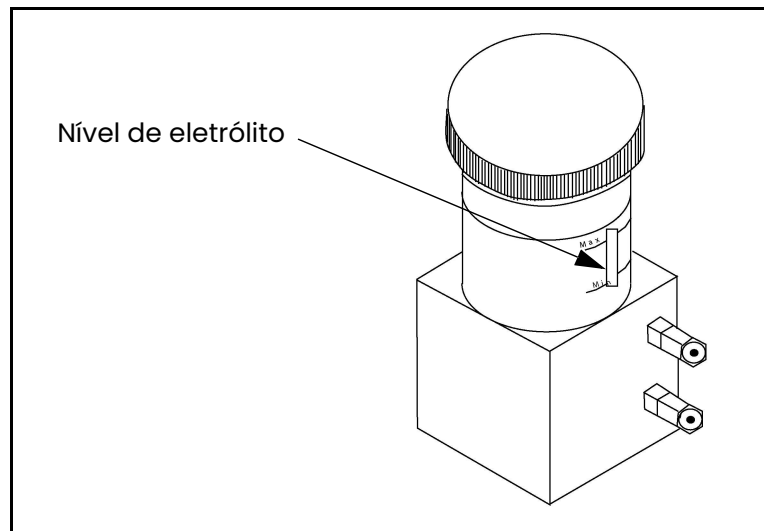

Figura 7: Nível de eletrólitos da célula de oxigênio Delta F
A Célula de Oxigênio Delta F está disponível em vários tipos de gabinetes de montagem. No entanto, a própria célula sempre será semelhante à mostrada na *Figura 7* abaixo.
3. Usando a janela mín./máx na célula de oxigênio, verifique o nível de eletrólito. O eletrólito deve cobrir cerca de 60% da janela (consulte a *Figura 7 na página 12*). Agora a célula está pronta para ser conectada à linha de gás.